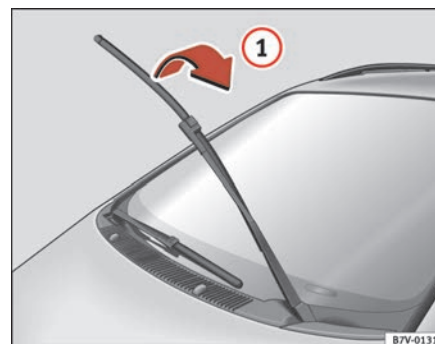
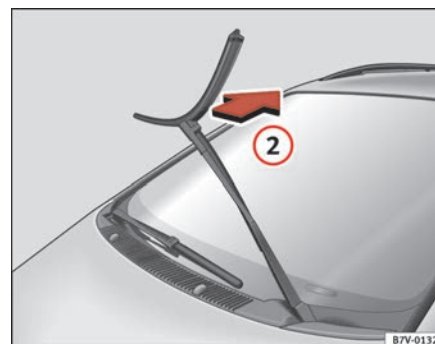

Fig. 144 Limpiaparabrisas levantados
Fig. 145 Desmontaje de los limpiaparabrisas delanteros
- Gire la escobilla hasta el tope en el sentido que indica la flecha ⇒ fig. 144 ①, seguidamente tire de ella hacia la dirección que indica la flecha ⇒ fig. 145 ②.
- Introduzca la escobilla nueva, de **idéntica longitud y diseño**, en el brazo del limpiacristales, gírelo a continuación hasta el tope en el sentido opuesto al que indica la flecha ①.